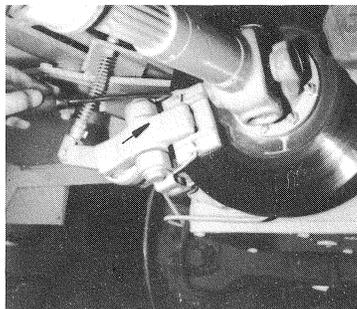

Bild 56
- (1) Feststellbremse lösen.
- (2) Mit Montiereisen Haltefedern aus dem Bremsklotz heraushebeln (Bild 56/ Pfeil).